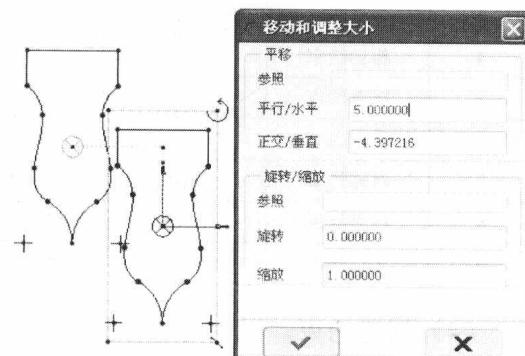

图 1-1-11 复制后缩放及旋转
(5) 复制后缩放及旋转。在 Pro/E 5.0 软件中,可以在草绘模式下使用复制 C 和粘贴 V 命令来创建新的图形。操作步骤如下:①在草绘区域中选择要复制的图形。②单击“复制”按钮 C ,此时系统自动激活“粘贴” V 按钮。③单击 V 按钮,并在草绘区域的指定位置处单击,此时在单击处形成要复制粘贴的图形,弹出“移动和调整大小”对话框并在图形外围出现操纵框。④拉动操纵标记或在文本框中输入数值进行调整。⑤单击对话框的“完成”图标 \checkmark 。示例如图 1-1-11 所示。
(6) 使用鼠标拖动改变草绘图形。直接在图形区用鼠标拖动草图对象,也可以改变草图对象的大小和空间位置。可以直接拖动的图元有直线、圆弧和样条曲线等。这种方法操作比较简便,但不够准确。